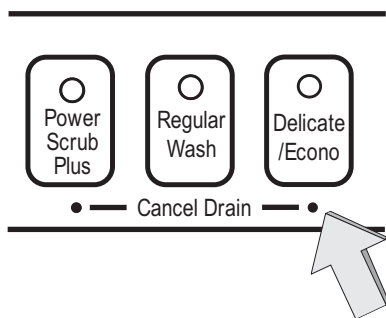

Figure 28/Ilus. 28
2. Press and hold down the right-most of the two buttons labelled "Cancel Drain", as shown in Figure 28, then press and hold the On/Off button. When the light on the "Cancel Drain" button you are pressing illuminates, and the tone begins to sound, release both buttons.
2. Presser et maintenir les deux touches les plus à droite indiquées «Cancel Drain» (annulation vidange), comme à la figure 28, puis presser et maintenir la touche marche-arrêt. Lorsque le voyant de la touche annulation vidange pressée s'allume et que la tonalité retentit, relâcher les deux touches.
2. De los dos botones rotulados "Cancel Drain", pulse y oprima el de la derecha como muestra la ilustración 28, y a la vez pulse y oprima el botón "On/Off". Cuando se ilumina la luz en el botón "Cancel Drain" mientras lo esté oprimiendo y el timbre empieza a sonar, quite los dedos de ambos botones.